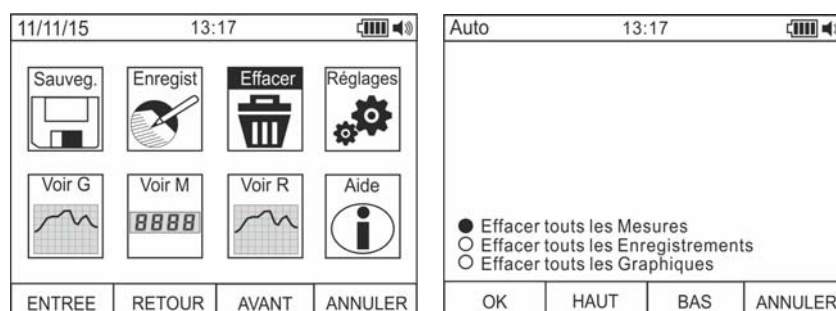

Fig. 12: Suppression de la mémoire interne
14. Utiliser les touches **F2** ou **F3** pour sélectionner l'icône «Effacer» et appuyer sur la touche **F1** (voir Fig. 12 – partie gauche)